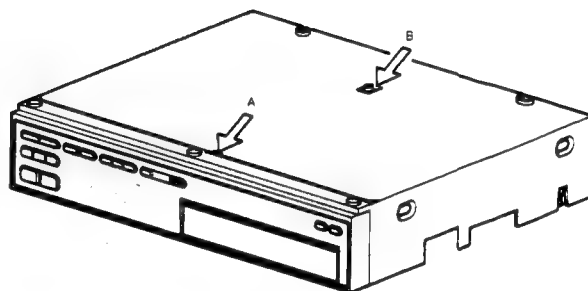

Fig. 2-2
- Die Einschnappkonstruktionen A und B (siehe Bild 2-2) entriegeln.